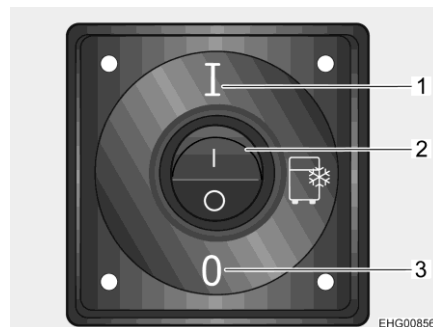

Fig. 54 Interruptor de encendido/apagado de la nevera portátil
- Ajustar el interruptor basculante (Fig. 54,2) en la posición I (Fig. 54,1).
- Ajustar el interruptor basculante (Fig. 54,2) en la posición 0 (Fig. 54,3).